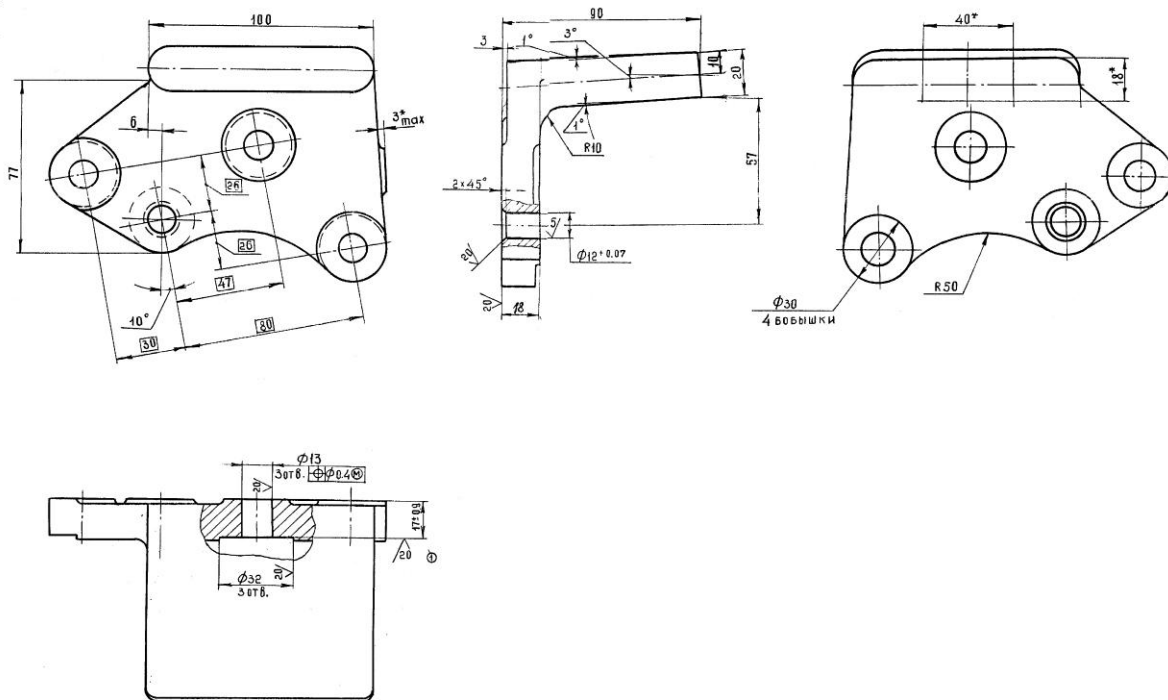

Рисунок 1. Кронштейн.
2.6. Приобрести кронштейн крепления коробки передач 54323-1715012 (кронштейн изготавливался на РУП "МАЗ") передач или изготовить самостоятельно выдерживая крепёжные и габаритные размеры (см. рисунок 1) и установить его на задний торец демультипликатора.